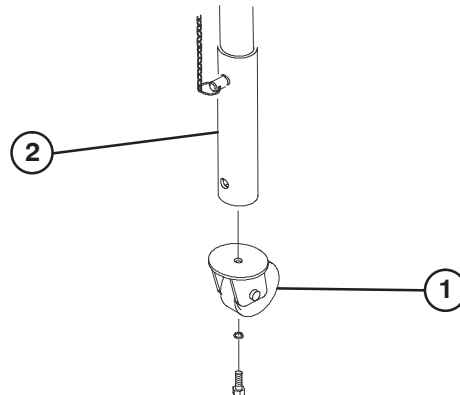

Figure 9
4. Montez la roue pivotante sur le tube du support de sécurité/roue pivotante arrière avec le boulon et la rondelle retirés précédemment (Fig. 9).